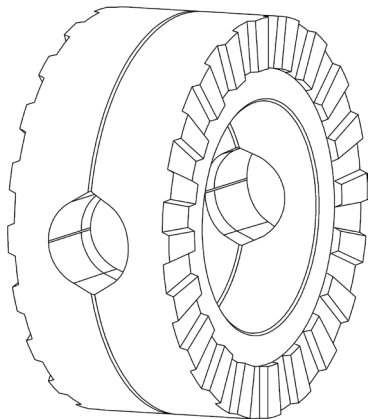

Рис. 2
9. Объедините обе распорные муфты со штифтами, пружинками и дистанционными кольцами в сборе в один пакет. Штифты одной муфты должны быть расположены напротив колодцев с пружинками другой муфты (Рис. 2).